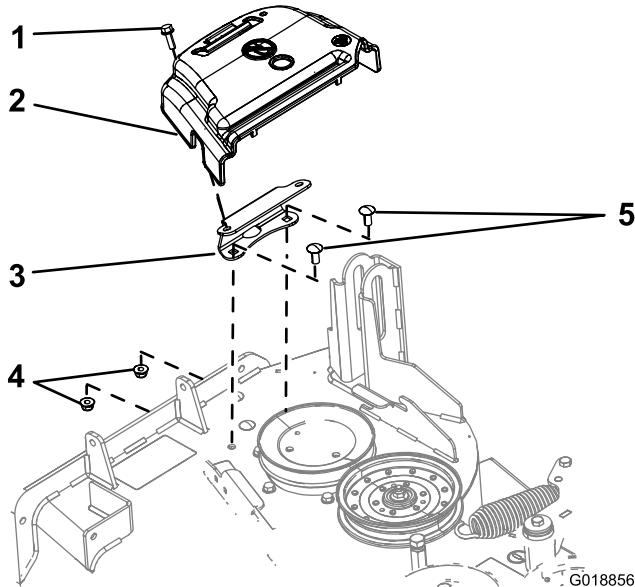

Figura 3
2. Ruotate il bullone che fissa il copricinghia in senso antiorario per allentarlo (Figura 3).
3. Rimuovete il bullone e il copringhia dalla staffa di montaggio (**Figura 3**).
1. Rimuovete i 2 bulloni e i 2 dadi flangiati che fissano la staffa di montaggio del copricinghia alla scocca (Figura 3).
1. Rimuovete i 2 bulloni a testa tonda (1/4 x 3/4 poll.) e i 2 dadi di bloccaggio (1/4 poll.) che fissano la staffa del copricinghia alla flangia anteriore del piatto di taglio (Figura 3).
2. Rimuovete la staffa del copricinghia dal piatto di taglio (Figura 3).